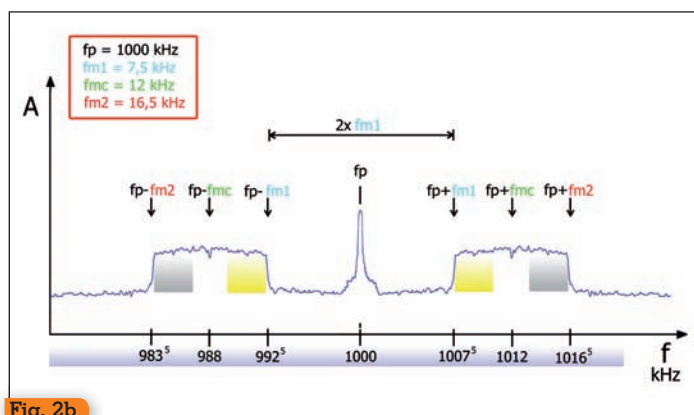

Fig. 2b
$f_{m2}$ ], spaziate tra loro di una "lunghezza" pari a  $2 \cdot f_{m1}$ , così come confermato dall'analisi spettrale (fig. 2b).
N.B.: nelle figg. 2a, 2b, ho inserito dei colori in modo da esemplificare il concetto di ribaltamento, scegliendo una ipotetica frequenza portante di 1MHz (fig. 2b).